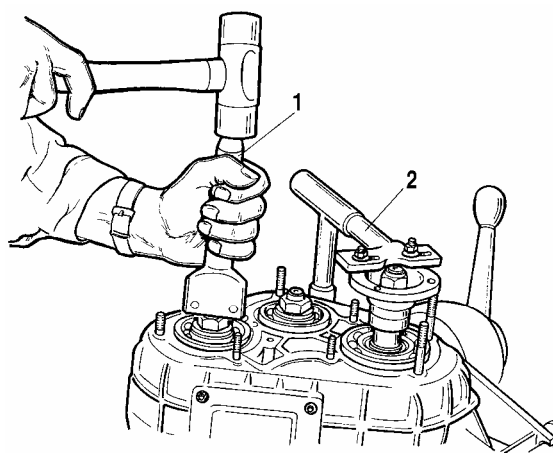

Рис. 3-42. Обжатие гайки крепления фланца вала привода заднего моста:
- при обжатии гаек валов раздаточной коробки пользуйтесь оправкой 67.7820.9520 (см. рис. 3-42).